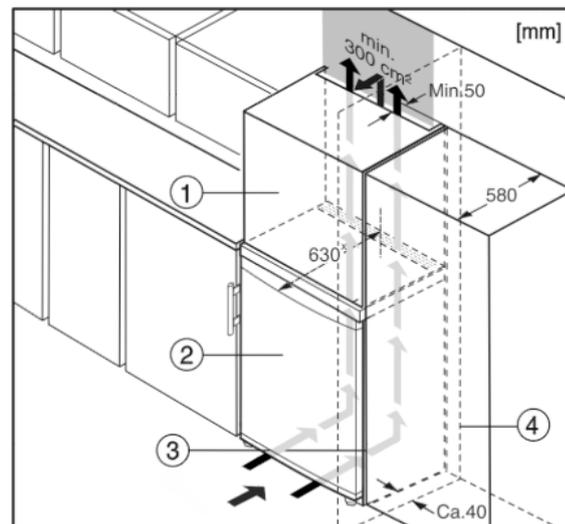

Fig. 10
Устройство может быть окружено кухонными шкафами. Чтобы уравнять устройство Fig. 10 (2) по высоте с кухонной стенкой, можно установить над устройством дополнительный шкафчик Fig. 10 (1).
При комбинировании с кухонными шкафами (глубина макс. 580 мм) устройство можно установить непосредственно рядом с кухонным шкафом Fig. 10 (3). Устройство выступает сбоку на 34 мм* и по центру на 50 мм* относительно передней стенки кухонного шкафа.
Если устройство установлено на шарнирах у стены *Fig. 10 (4)*, то расстояние между устройством и стеной должно быть не менее 40 мм. Настолько выступает ручка при открытой дверце.